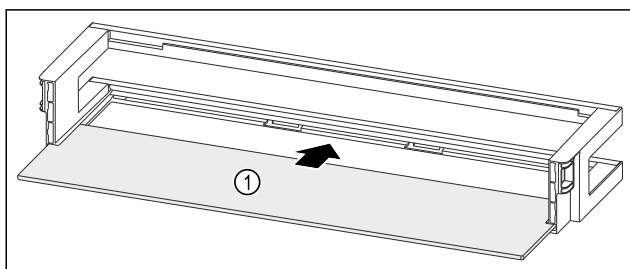

Fig. 277 Dveřní přihrádka s odkládací plochou
- Odkládací plochu Fig. 277 (1) zasuňte do bočních vybrání.